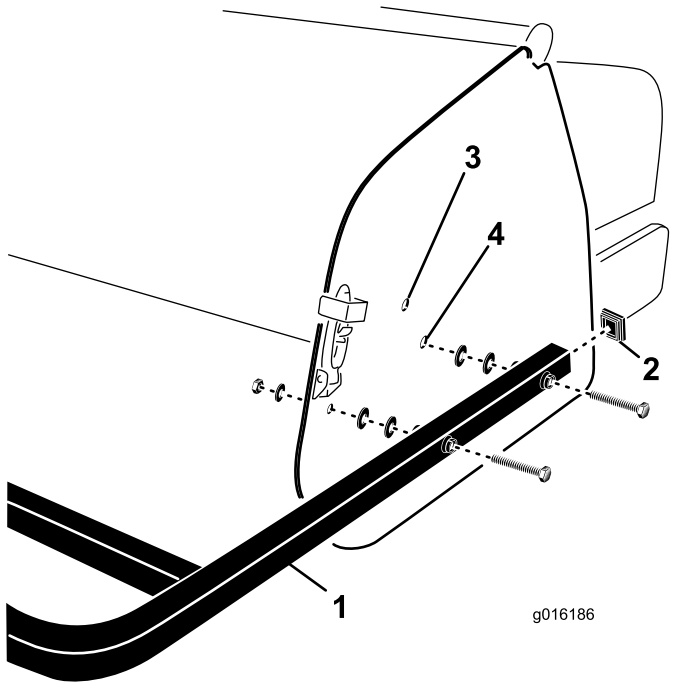

图32
- 将端盖插入各后护罩管的端部（图32）。
2. 将后护罩安装管中的孔与打孔机侧板中的孔对齐（图32）。
3. 使用 4 个螺丝、扁平垫圈和螺母将护罩安装管固定到侧板（图32）。